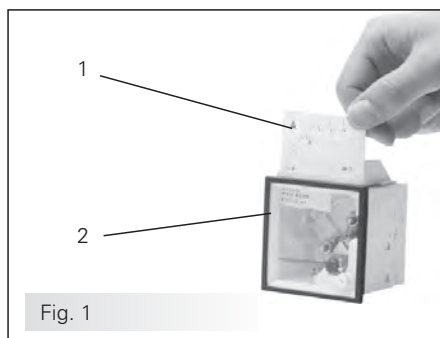

Fig. 1
En cas d'instruments de mesure pour connexion au transformateur d'intensité n/1A (fig. 1, pos. 2), un volet disposé sur la partie supérieure de l'instrument de mesure permet d'échanger les cadrans interchangeable (fig. 1, pos. 1)